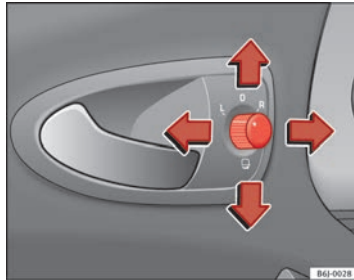

Abb. 67 Drehknopf für Außenspiegeleinstellung
1. Drehen Sie den Drehknopf \Rightarrow Abb. 67 zunächst in Stellung **L** (linker Außenspiegel).
- Drehen Sie den Drehknopf \Rightarrow Abb. 67 in Stellung \square , um die Außenspiegel anzuklappen. Sie sollten die Außenspiegel immer anklappen, wenn Sie eine automatische Waschanlage durchfahren, um Beschädigungen zu vermeiden.